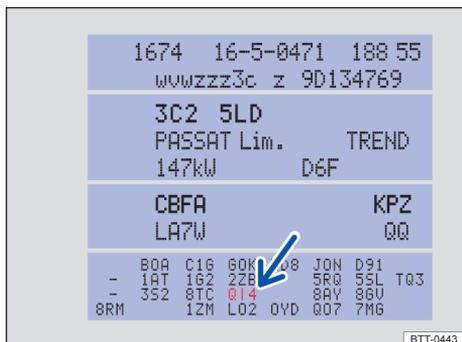

Fig. 225 Adhesivo portadatos del vehículo con núm. PR del servicio correspondiente (representación esquemática).
- Consulte el número PR que figura el adhesivo portadatos del vehículo → fig. 225 (flecha) → pág. 317.